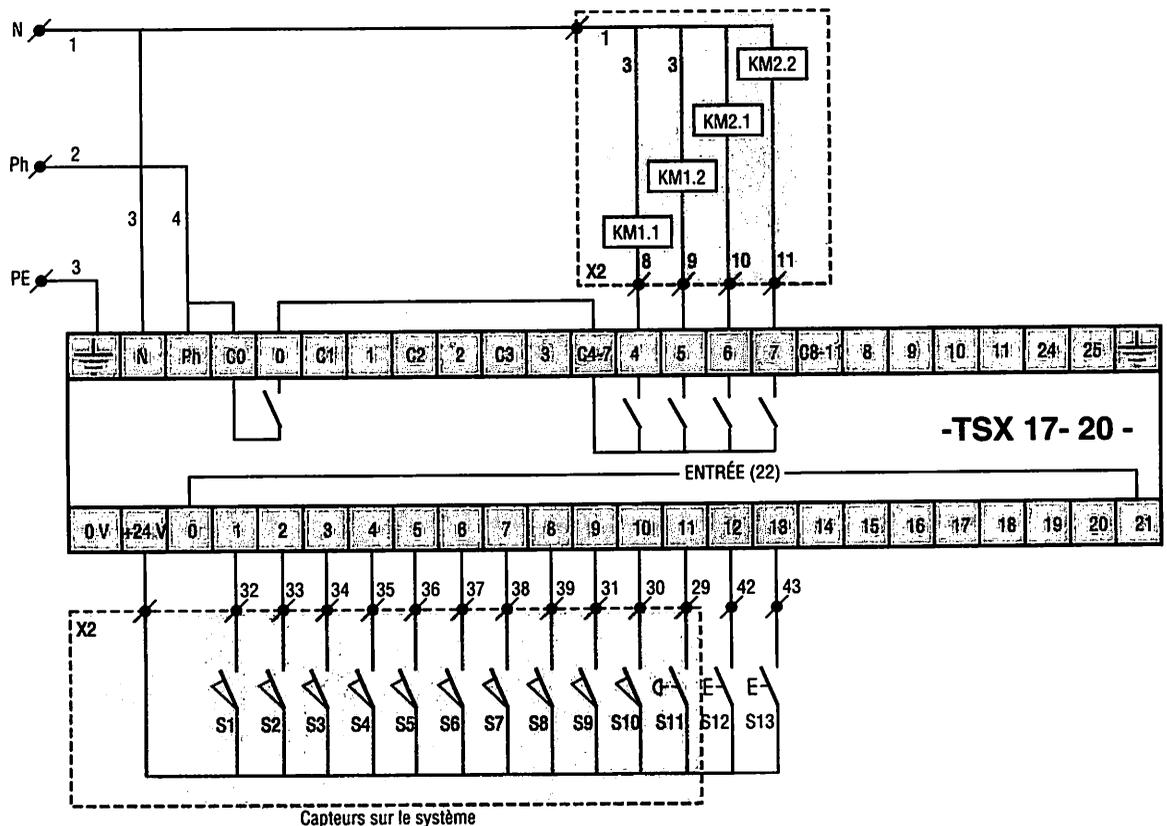

Fig. 12 : Raccordement de l'automate à l'équipement électrique.
5.4 Raccordements avec l'automate (fig. 12)